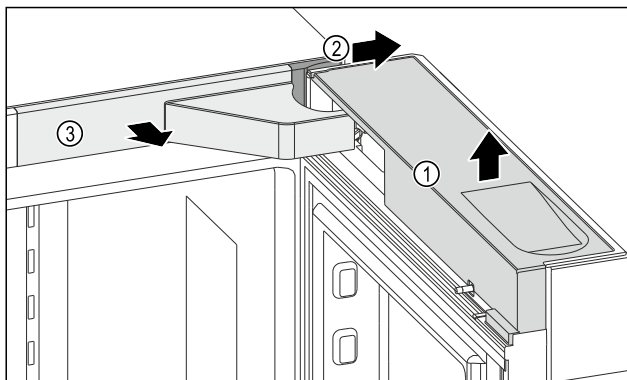

Fig. 10
- ▶ Afdekking Fig. 10 (1) wegnemen.
- ▶ Afdekking Fig. 10 (2) wegnemen.
- ▶ Afdekking Fig. 10 (3) wegnemen.